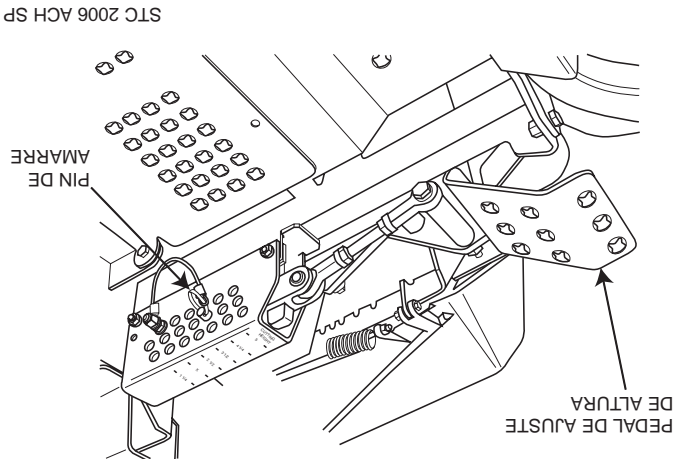

Figura 4-5 Ajuste de altura de corte
2. Empuje el pedal de ajuste de la altura de corte completamente hacia adelante con su pie derecho hasta que se asegure en su lugar. (Figura 4-5, página 21)
3. Inserte el pin de amarre en el indicador de la altura de corte en la altura de ajuste deseada. Empuje hacia adelante la palanca de pie de la elevación de plataforma, manténgala en posición y tire de la palanca de liberación de plataforma, (Figura 4-4). Libere lentamente el pedal. Hay una calcomanía de la altura de plataforma ubicada en el indicador de altura como una ayuda para ajustar la plataforma a la altura deseada. (Figura 4-5)